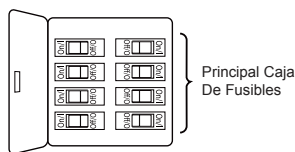

Figura 1
- ☐ 1. Retire y deseche los tres topes de goma del motor del ensamble del motor quitando los tornillos. (Figura 1)
- ☐ 1. Asegure las tres aspas usando los 1/4"-20 tornillos con arandela de seguridad y placa de pala desde el bolsos de accesorios. Luego a través de los orificios ubicados en la parte inferior del motor. (Figura 1)
Para evitar una posible descarga eléctrica, asegúrese de cortar la alimentación eléctrica de la caja de fusibles principal antes de colgar el ventilador. (Figura 1)
1. Para configurar el código de unidad del receptor. Deslice los interruptores de código a las mismas posiciones que en el transmisor. (Figura 1)